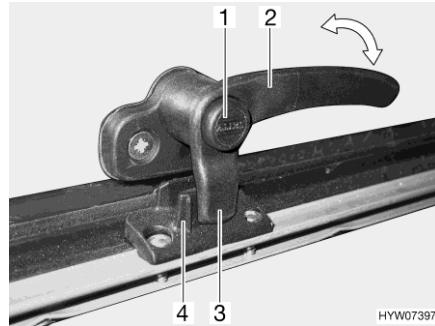
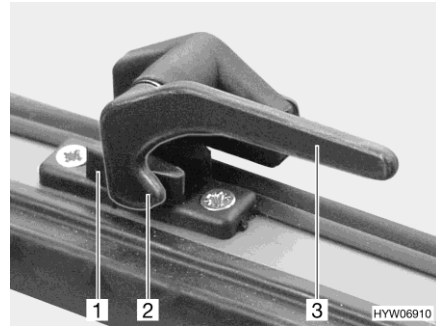

Fig. 68 Leva di serraggio con bottone di sicurezza in posizione "Chiuso"
Fig. 69 Leva di serraggio in posizione "Chiuso"
- Se presente, premere e tenere premuto il bottone di sicurezza (Fig. 68,1).
- Ruotare la leva di serraggio (Fig. 68,2 o Fig. 69,3) di un quarto di giro verso il centro della finestra.
- Ruotare la leva di serraggio (Fig. 68,2 o Fig. 69,3) di un quarto di giro verso il telaio della finestra.
- Il nasello di chiusura (Fig. 68,3 o Fig. 69,2) della leva di serraggio si trova completamente sul lato interno della chiusura della finestra (Fig. 68,4 o Fig. 69,1).
- In posizione "Completamente chiusa" (Fig. 68 e Fig. 69)